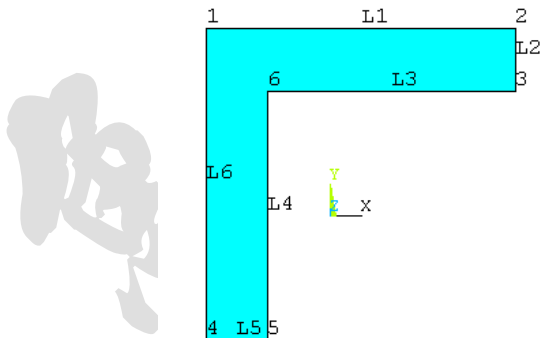

图9.11 由关键点生成面
(10) 单击 **【Utility Menu】|【Workplane】|【Display Working Plane】** 菜单关闭工作平面栅格。然后单击 **Main Menu>Preprocessor>Modeling>Create>Areas>Arbitrary>Through KPs** 菜单，依次在图形视窗中选择关键点 1、2、3、6、5 和 4，单击 **【OK】** 按钮。即生成了直角形的面，打开线编号显示，如图 9.11 所示。